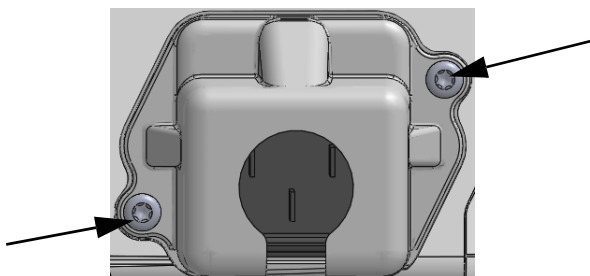

Рис. 3-5 Крышка гнезда питания усовершенствованного монитора HemoSphere — расположение винтов
- 1 Если крышка гнезда питания уже установлена, извлеките два винта (рис. 3-5), которыми эта крышка крепится к задней панели монитора.